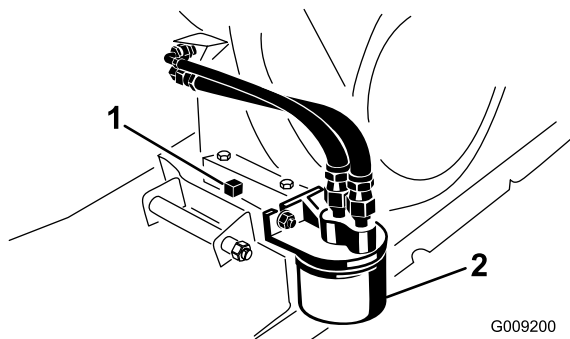

図 29
5. ドレンプラグ（図 29）を外してオイルを容器に受ける。オイルが抜けたらドレンプラグを取り付ける。
- オイルフィルタ (図 29) を外す。